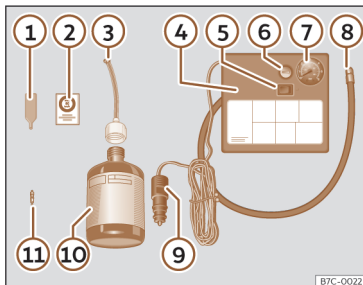

**Fig. 248** Representação standard: conteúdo do kit antifuros.
O kit antifuros está localizado na bagageira, por baixo do revestimento do piso. Inclui os seguintes componentes >>> **Fig. 248:**
- Desenrosque a proteção e o obus da válvula do pneu. Utilize o aparelho >>> **Fig. 248** ① para retirar o obus. Coloque-o numa superfície limpa.
- Agite com força a garrafa de vedante de pneus >>> **Fig. 248** ⑩.
- Enrosque o tubo de enchimento >>> **Fig. 248** ③ na garrafa de vedante. O selo da garrafa partir-se-á automaticamente.
- Remova o tampão do tubo de enchimento >>> **Fig. 248** ③ e enrosque a extremidade aberta do tubo na válvula do pneu.
- Volte a colocar o obus com o aparelho >>> **Fig. 248** ① na válvula do pneu.
- Enrosque o tubo de enchimento do pneu do compressor >>> **Fig. 248** ⑧ na válvula do pneu.
- Verifique se o parafuso de evacuação de ar está fechado >>> **Fig. 248** ⑥.
- Ligue o conector >>> **Fig. 248** ⑨ a uma tomada de corrente de 12 volts do veículo >>> **Página 261**.
- Ligue o compressor de ar com o interruptor ON/OFF >>> **Fig. 248** ⑤.
- Cole o autocolante >>> **Fig. 248 ②** no painel de instrumentos, dentro do campo visual do condutor.
Volte a enroscar o tubo de enchimento >>> **Fig. 248 ⑧** e verifique a pressão no manómetro **⑦**.